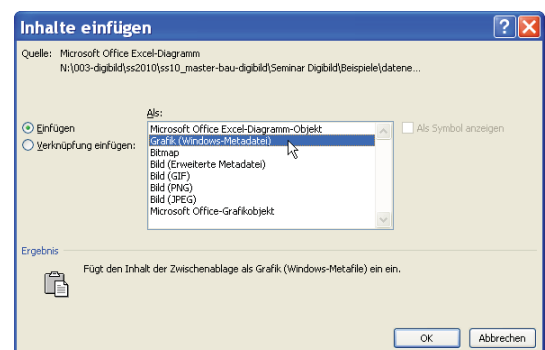

Abb. 7-21: Einfügeoptionen für eine Exceltabelle in Word
- durch Kopieren über die Zwischenablage in die Zielanwendung einfügen (Abb. 7-21) und ggf. dort als Bilddatei speichern.
Es erscheint ein Fenster, in dem zu definieren ist, wie die Bildinformation ausgelesen werden soll (Abb. 7-21). Die Liste der Möglichkeiten hängt vom Zielprogramm und vom Objekttyp (Diagramm oder Tabelle) ab. Tabelle 3 zeigt, welche unterschiedlichen Eigenschaften das Bild in Abhängigkeit von der gewählten Option nach dem Einfügen besitzt.